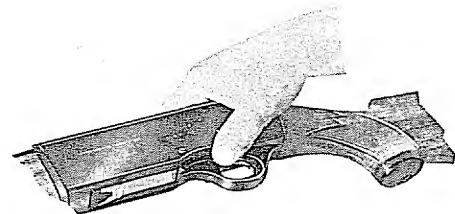

Fig. 10
- b) Mettere in sicura l'arma (fig. 10). La sicura (tav. 2° - C) s'inserisce solo a cane armato sospingendola da sinistra a destra, curando che l'anello rosso, indicante la posizione di sparo, non debba essere chiaramente visibile.
- b — push safety across front of trigger from left to right to ON SAFE position as shown in fig. 10, after having cocked hammer. Red band marking which indicates FIRE will not show. (C - Table 2).
- b — pousser sur la droite le bouton de la sûreté; le filet rouge ne devra pas être visible. L'arme ne peut être mise en sûreté que si le chien est armé (fig. 10 table 2 - pièce C)